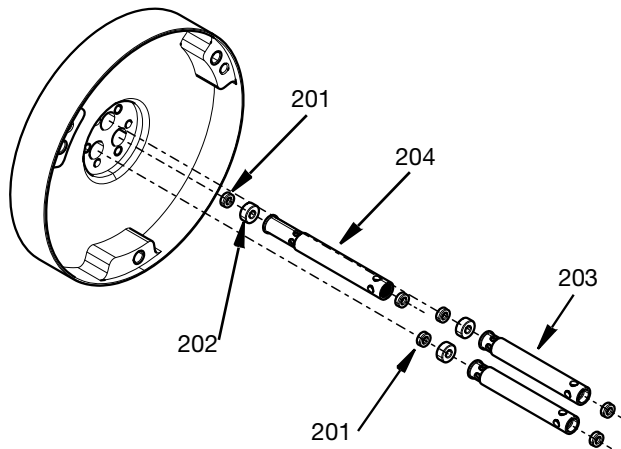

FIG. 15
- Retirez les entretoises de garniture (203 et 204), les joints de la tige (201) et le palier de la tige (202). Voir **Kit d'outils pour l'insertion et le retrait des joints 25T489**, page 35 pour le retrait des joints de la tige. REMARQUE : il existe 2 tailles d'entretoises (203 et 204). Voir FIG. 15.